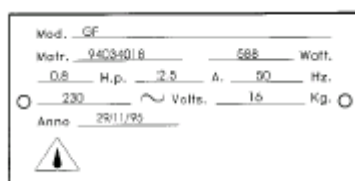

Рис. 6 – Паспортная табличка с серийным номером модели
G.F./G.P. оснащён шнуром электропитания (сечением 31 кв. мм и длиной 1,5 м) и вилкой «SHUKO». Машину необходимо подключить к сети электропитания напряжением 230 В, частотой тока 50 Гц; при этом между нею и сетью следует разместить дифференциально-магнитотермический прерыватель на 10А и $\Delta I = 0,03A$. Удостоверьтесь в исправности системы заземления. Кроме того, убедитесь также и в том, что значения технических данных, представленные в паспортной табличке с серийным номером модели (рис. 6), соответствуют показателям, указанным в грузовой накладной и фактуре.